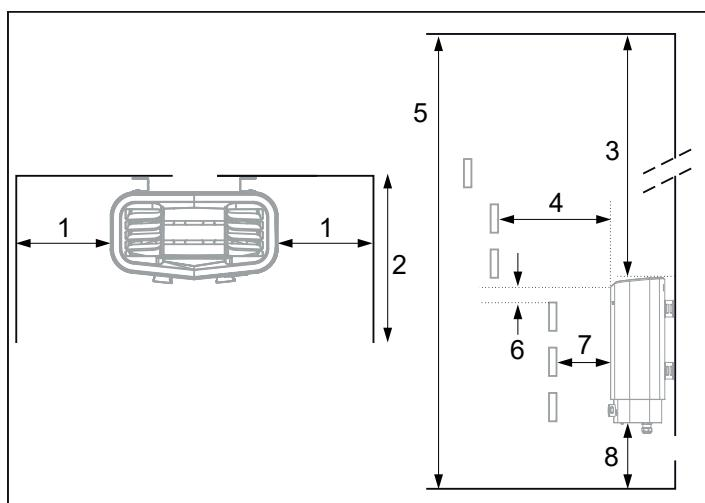

Fig 3: Placering av bastuaggreat - nischmontage (minsta tillåtna volym 4 m3)
- på samma vägg som dörren (endast i undantagsfall på sidoväggen, men då mycket nära dörrväggen). Aggregatet kan också placeras i nisch (se Fig 3).
Placera aggregatet på säkert avstånd till golv, sidovägg och inredning (se Fig 3).